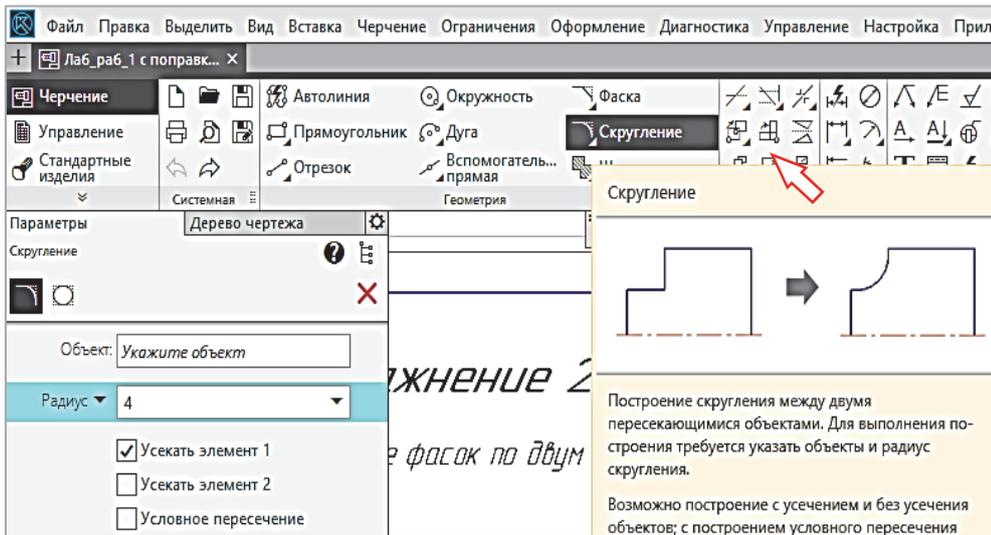

Рис. 1.25-1
1. На ленте инструментов вызвать команду **Черчение** → **Геометрия** → **Скругление**  (рис. 1.25-1).